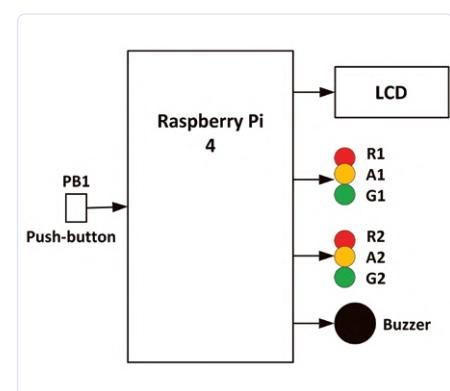
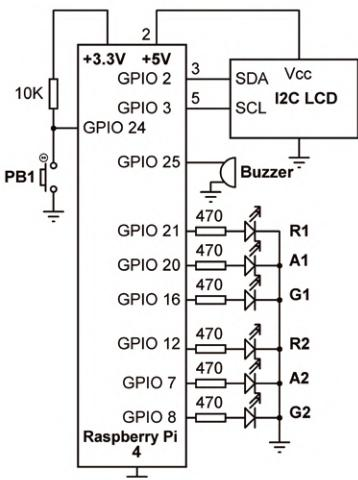

Figure 9.13. Diagramme du projet.
Figure 9.14. Schéma du circuit.
La **figure 9.13** montre le diagramme du projet, la **figure 9.14** le schéma. Les LED rouge (R), orange (O) et verte (V) sont utilisées pour représenter les vrais feux de circulation. Les connexions suivantes sont réalisées entre le RPI et les éléments de signalisation routière :